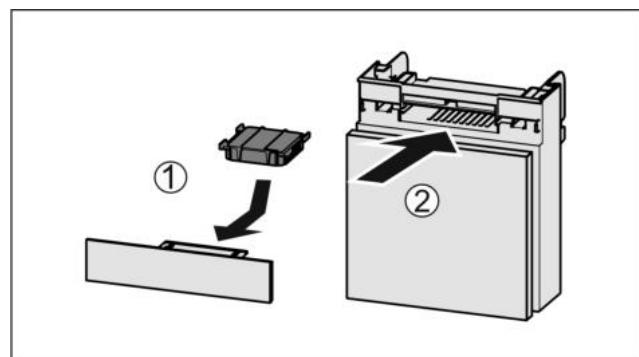

Fig. 57
- Поставете Fig. 57 (1) филтъра с активен въглен, както е показано на фигурата.
- Вкарайте Fig. 57 (2) отделението.